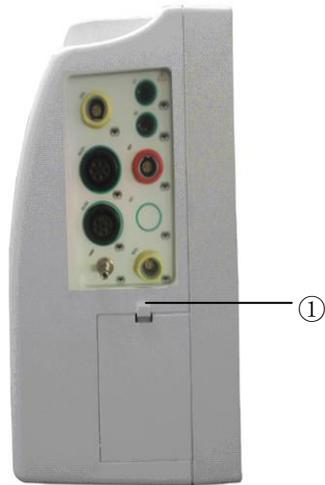

Figura 1-5 *Cobertura do Slot da Bateria*
O Monitor está equipado com baterias recarregáveis (*Figura 1-5 ①*).
Existem dois slots de bateria dentro do monitor, cada um pode manter uma só bateria (uma bateria pode manter o monitor funcionando. As baterias podem ser instaladas e retiradas do slot. Nos conectores para os cabos do paciente há slots de bateria com cobertura (veja a cobertura do Slot de bateria na *Figura 1-5*).